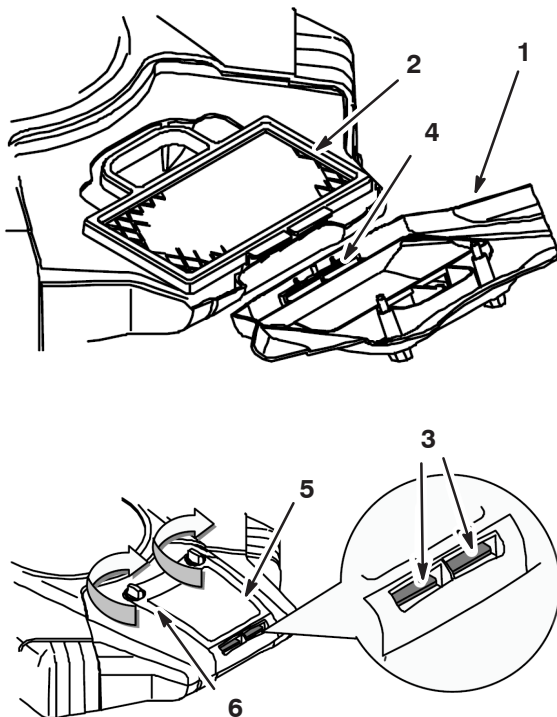

Figure 22
2. Placez les languettes du couvercle du filtre à air en face des fentes du boîtier de ventilateur (Fig. 22).